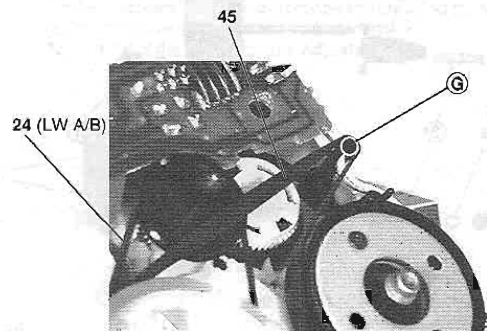

Fig. 6
- Nehmen Sie den Antriebsriemen 45 von der Motorriemenscheibe und legen Sie ihn über den hochstehenden Bolzen © (Fig. 6).
- Take off the drive belt 45 from the motor pulley and put it around the upright bolt © (Fig. 6).